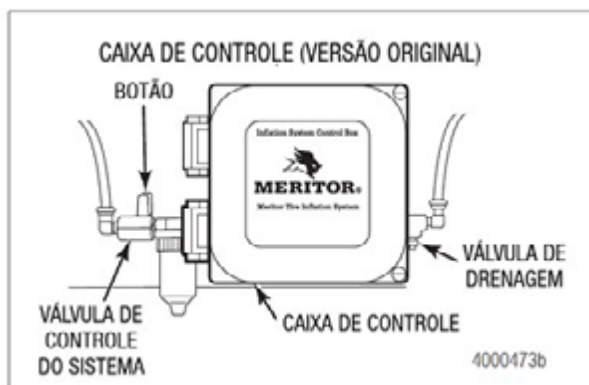
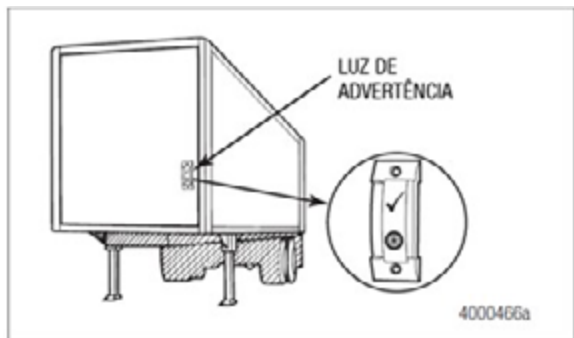

Figura 3.1
Figura 3.5
6. Verifique a luz de advertência, abrindo a válvula de drenagem na caixa de controle. Figura 3.5. A luz de advertência acenderá quando a válvula estiver aberta e apagará quando a válvula estiver fechada. Figura 3.1.